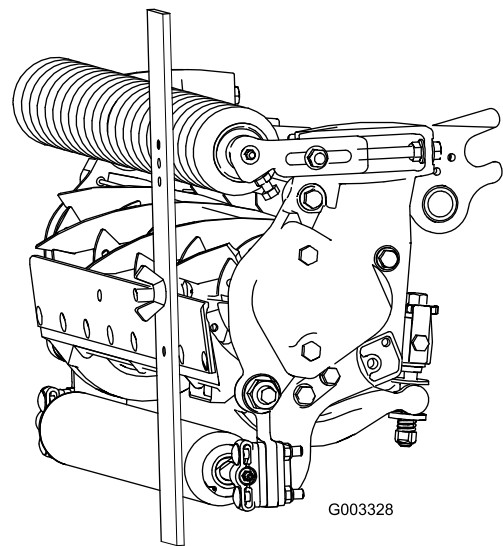

Bild 26
4. Haken Sie den Schraubenkopf an die Schnittkante des Untermessers ein, und stützen Sie das hintere Ende der Leiste auf der Heckrolle ab (Bild 26).
5. Drehen Sie die Einstellschraube, bis die Frontrolle die Messlehre berührt (Bild 26). Stellen Sie beide Enden der Rolle ein, bis die ganze Rolle parallel zum Untermesser ist.